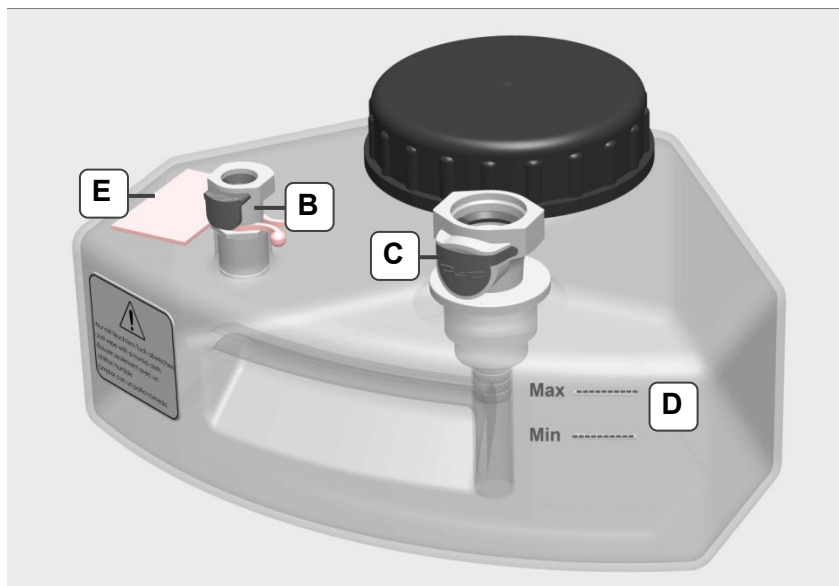

Abb. 4.4.3 Medienbehälter
Zur individuellen Zuordnung sowie Erkennung der eingefüllten Medien sind an den Medienbehältern abnehmbare Beschriftungsschilder angebracht (*Abb. 4.4.3.E*).
Drücken Sie jeweils den Entriegelungsknopf am Absperrventil des Medienbehälters (*Abb. 4.4.3.B/C*) und ziehen gleichzeitig den Schlauchanschluss nach oben aus dem Absperrventil.
7. Öffnen Sie den Schraubdeckel und befüllen Sie den Medienbehälter mit dem geeigneten Reinigungsmedium bis zu einem Füllstand zwischen den Markierungen *Min* – *Max* (*Abb. 4.4.3.D*).
Um einen ordnungsgemäßen Betrieb der Reinigungsmaschine zu gewährleisten sowie um ein optimales Reinigungsergebnis zu erzielen, muss der Füllstand der Betriebsstoffe immer zwischen den Markierungen (*Abb. 4.4.3.D*) sein: